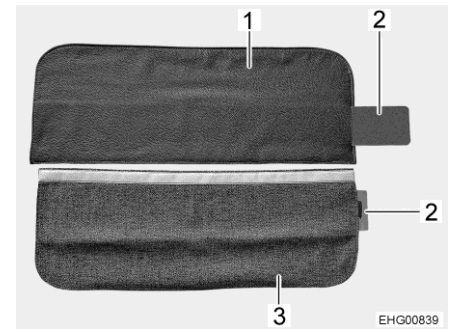

Fig. 61 Rivestimento delle cinture di sicurezza
Il rivestimento delle cinture di sicurezza può essere in pelle (Fig. 61,1) o in tessuto (Fig. 61,3).
- Spingere completamente il rinforzo metallico (Fig. 61,2) nella tasca del rivestimento delle cinture di sicurezza (Fig. 61,1 o Fig. 61,3).